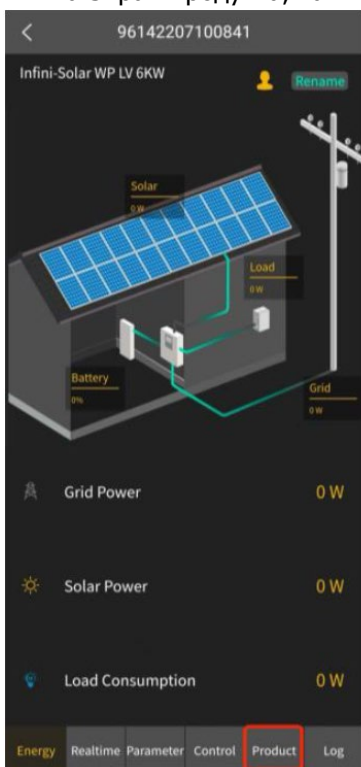

Рисунок 1
- При первом обновлении всплывающее окно имеет следующий вид (Рисунок 1).
- (1) Инвертер был отключен от питания до или во время обновления.
- (2) Инвертер потерял связь с сетью во время обновления.